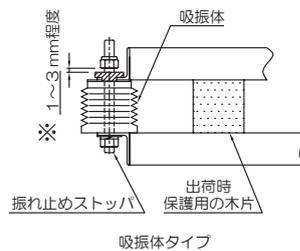

図2-11 吸振体と振れ止めストッパ一体タイプ
- 振れ止めストッパボルトの図中※印の隙間を確認し、必要に応じて調整してください。(図2-11~2-13参照)